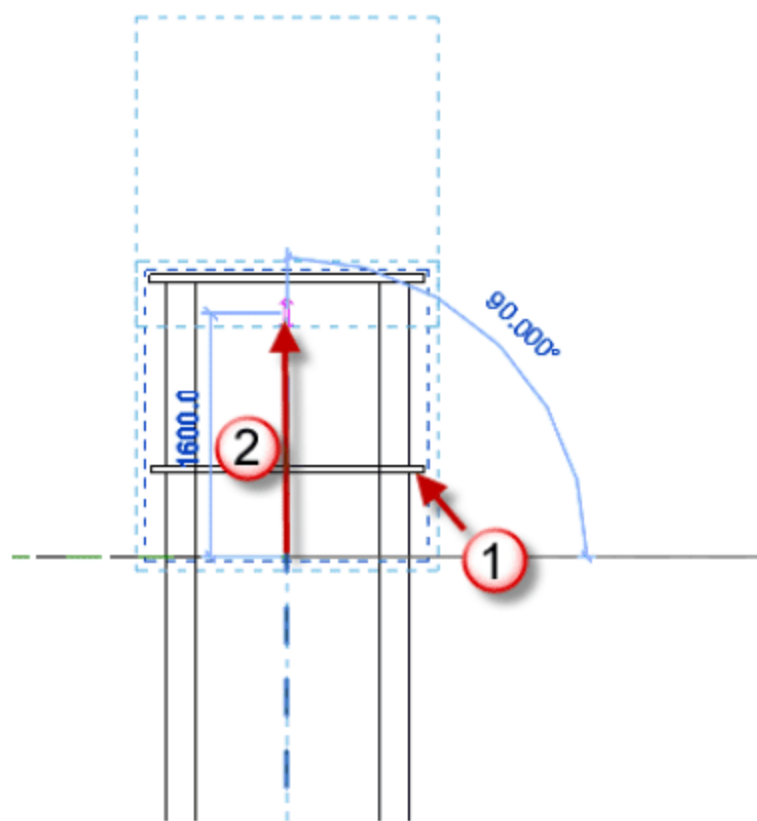
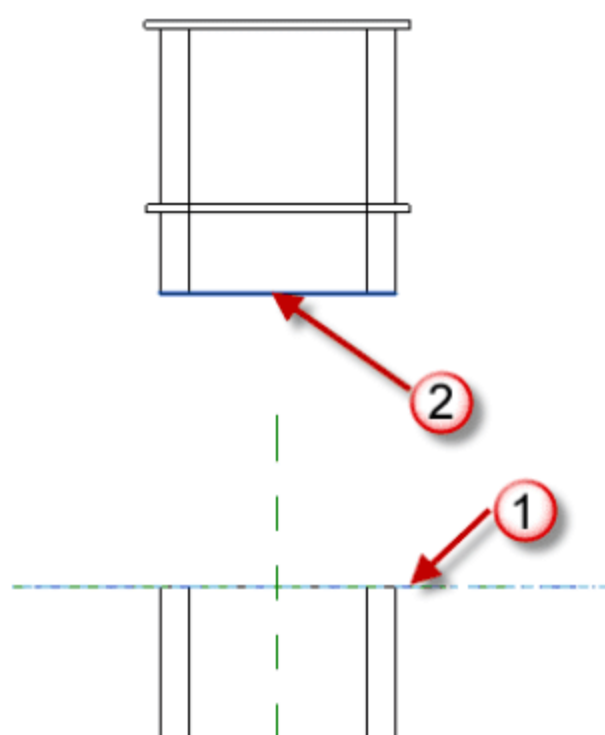
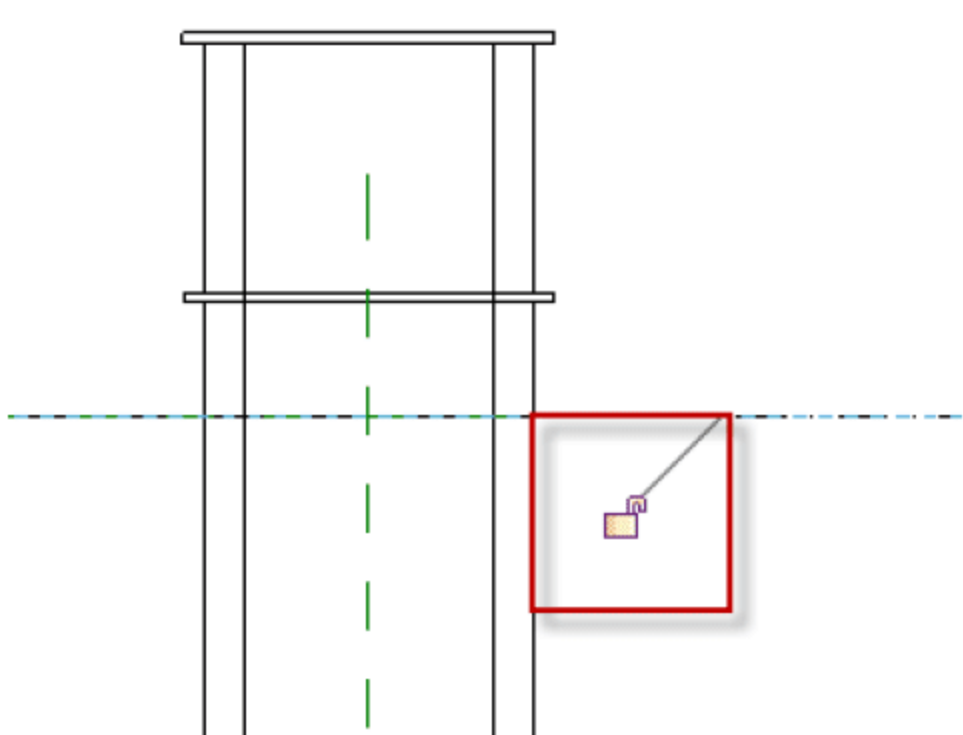

图 12.3.24 移动风道口组
图 12.3.25 拾取接触面
图 12.3.26 锁定风道
(22) 锁定突出屋面的风道。选择“风道口”组，按快捷键 M+V，将风道口组移动一定距离，如图 12.3.24 所示。按快捷键 A+L，分别拾取两个接触面，如图 12.3.25 所示。最后点击界面上的小锁，如图 12.3.26 所示。